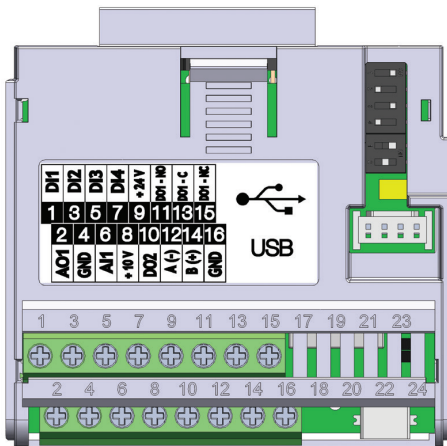

图20.3：插入模块CFW500-CUSB
CFW500-CUSB 插入式模块通过端子 12 (A1-) 和 14 (B1+) 处的 RS-485 端口提供串行 (1) 接口, 以及通过标准连接器处的 USB 端口提供串行 (2) 接口mini USB (mini B), 请参见图20.3 (第20-1页)。